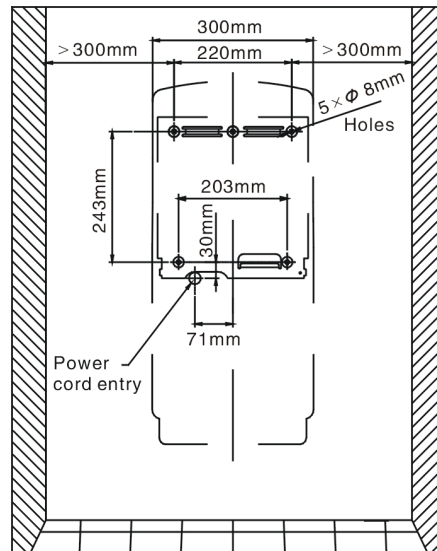

Fig. 3
2. Coloque la plantilla contra la pared a la altura deseada (consulte ALTURAS DE MONTAJE RECOMENDADAS) y marque las ubicaciones de los 5 orificios de montaje y entrada del cable de alimentación en el lugar recortado (ver fig.3).